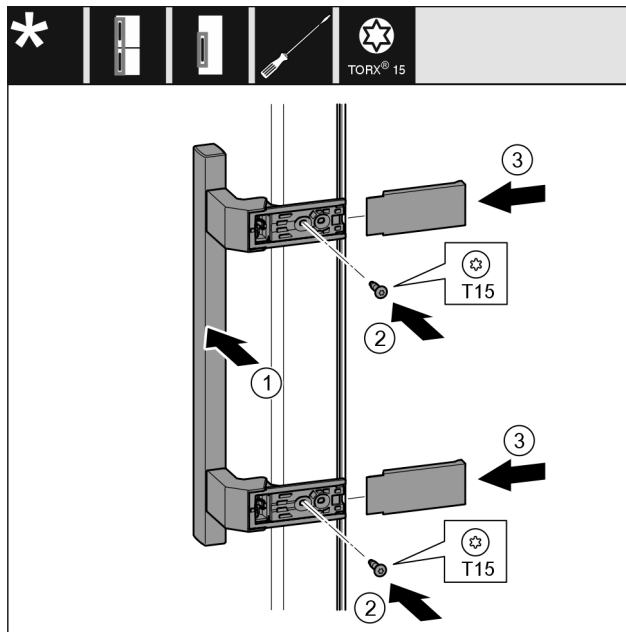

Fig. 9
- ▶ Установите ручку на противоположной стороне. Fig. 9 (1)
- ▶ Затяните винты отверткой T15. Fig. 9 (2)
- ▶ Установите крышки сбоку и надвиньте их. Fig. 9 (3)